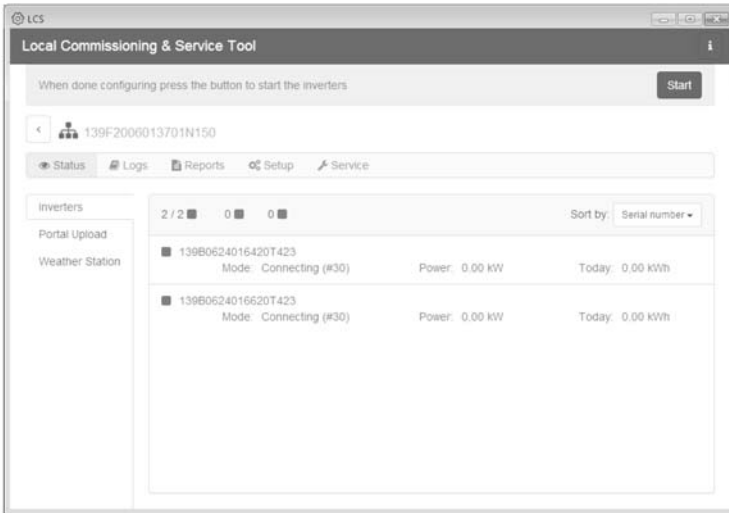

Figure 5.8 LCS-Tool - liste de tous les onduleurs connectés au SMA Inverter Manager
11. Un carré vert identifie les onduleurs mis en service. Cependant, les onduleurs ne se connectent pas au réseau tant que l'ordre de démarrage **[Start]** n'a pas été émis dans la barre située en dessous du menu de démarrage. Voir figure 5.8.